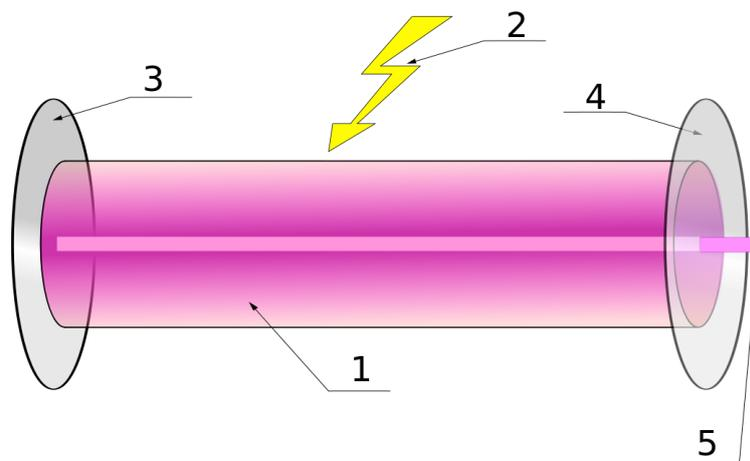

Figura 12. Esquema del funcionamiento de una fuente de luz láser. Fuente: Wikipedia. Licencia: CC-BY-SA 3.0. <http://bit.ly/2hLvyce>
El funcionamiento básico de un láser es sencillo y se basa en la denominada “cavidad resonante” (1 en la Figura 12), que básicamente es un medio con los átomos del elemento que queremos usar (y que determinará la longitud de onda (color) de la luz emitida) limitado por sendos espejos (3 y 4) que harán rebotar los fotones múltiples veces antes de salir y generar la luz deseada. Para poder provocar la emisión estimulada, lo primero que hay que hacer es aportar energía (2) a los átomos que están en 1 (denominado también medio activo) para que sus electrones suban de nivel y después puedan emitir los fotones necesarios.